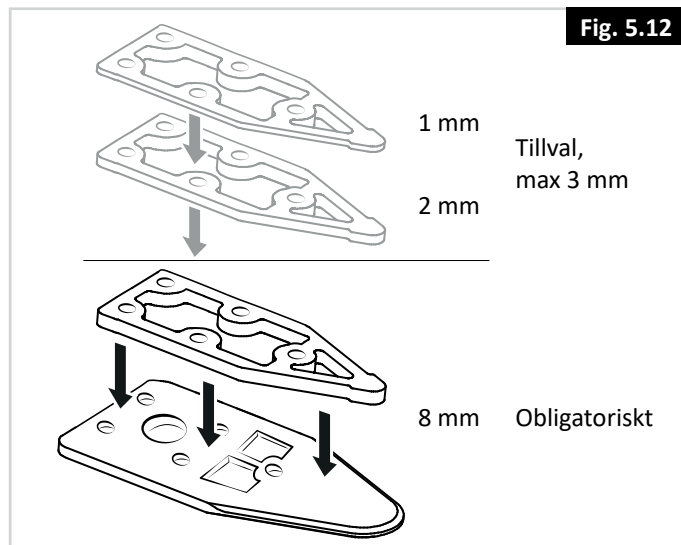

Fig. 5.12
2. Använd fler distansbrickor för att uppnå önskad tjocklek med hänsyn till exempelvis brukarens vikt och däcktryck. Extra distansbrickor kan monteras under låsningsstation (Fig. 5.12). För att justera höjden på låsplattan under rullstolen med dockningsstationen montera distansbrickor mellan dockningsstationen och fordonets golv för att höja dockningsstationen.